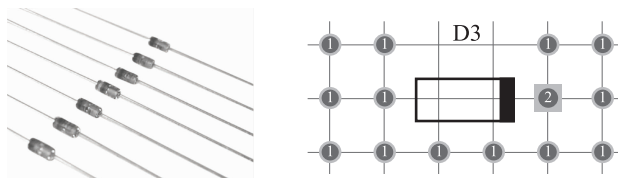

图 1-25 采用 DI07.8-4.6x2 封装安装指示图
(3) 如图 1-25 所示, 将插件玻封二极管安装在万能板对应位置, 该焊盘间距为 300mil, 对应元器件封装名为 DI07.8-4.6x2。